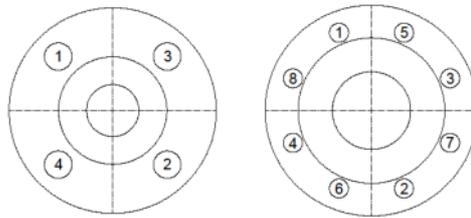

Bild 5 Reihenfolge des Anziehens der Flanschbolzen
3. Stecken Sie nun die Bolzen durch beide Prozessflansche. Ziehen Sie die Schrauben in der Reihenfolge, wie in Bild 5. Überprüfen Sie die Verbindung auf Leckagen